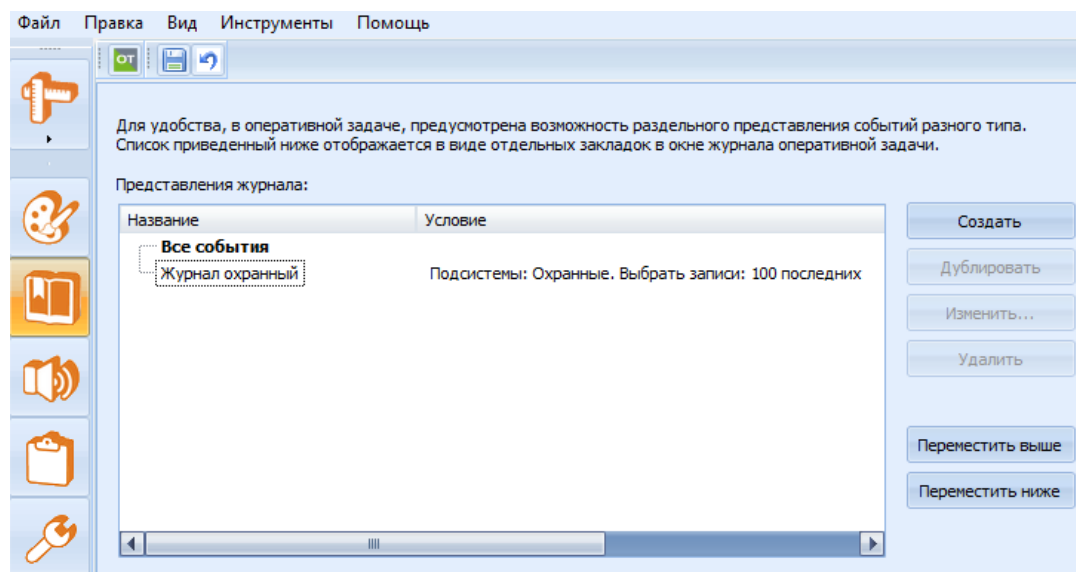

Рисунок 17.12 – Окно вкладки Журнал событий
Окно вкладки **Журналы** (рисунок 17.12) предназначено для настройки представление журнала событий. Журнал может отображать различные классы событий для любой подсистемы в приложении «ОЗ». Настроенные журналы событий отображаются в виде отдельных закладок в нижней части окна приложения «ОЗ».
- В закладках **Подсистемы** и **Классы событий** отметить необходимые для включения в журнал позиции (рисунок 17.12, 17.13).
- Уже созданные журналы можно редактировать, выделив нужный журнал в списке и нажав кнопку «Изменить» (рисунок 17.12). Кнопки «Переместить ниже», «Переместить выше» позволяют менять очередность расположения журналов.